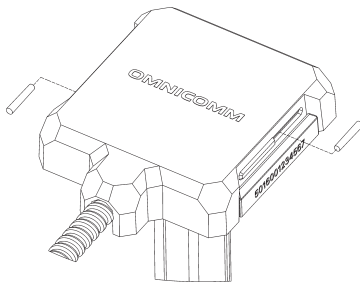

Рисунок 6. Установка кожуха-пломбы
- Установите в пазы кожуха-пломбы штифты меньшим диаметром по направлению к выступу кожуха и задвиньте до упора (Рисунок 6)